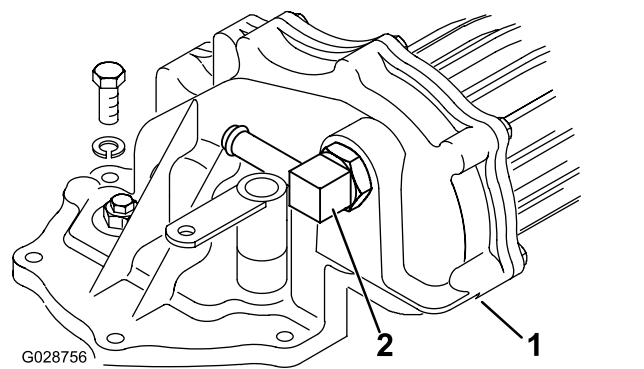

Figure 18
4. Insérez le raccord à l'avant de la nouvelle PDF dans la position indiquée à la Figure 18.
5. Retirez les 5 boulons, rondelles frein et l'écrou qui fixent la plaque de protection à la boîte-pont et déposez la plaque avec précaution pour ne pas endommager le joint torique (Figure 18).